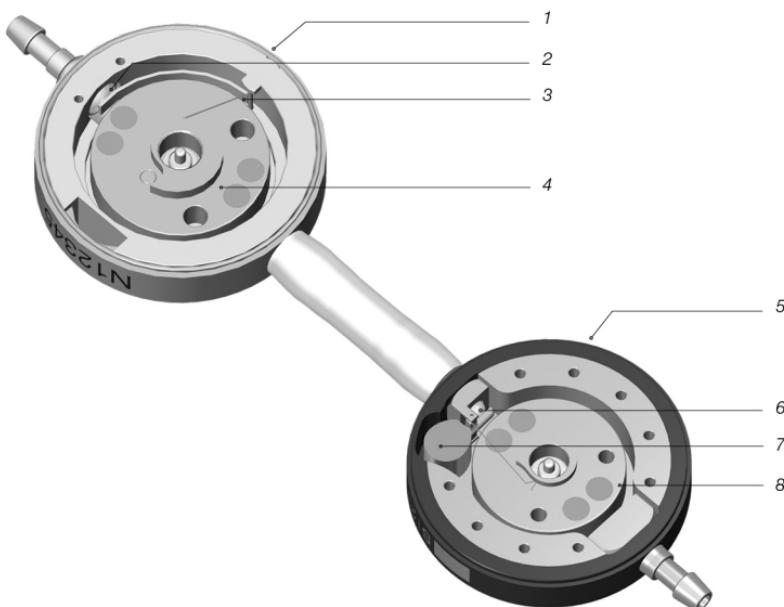

Fig. 1: Secção transversal da M.blue plus
A M.blue plus é uma válvula fabricada em titânio. É composta por uma unidade de pressão diferencial regulável (designada a seguir também por proGAV 2.0) e uma unidade gravitacional regulável (a seguir designada também M.blue) (fig. 1). A unidade de pressão diferencial regulável na parte proximal da válvula (1) é composta por um corpo de titânio resistente, na parte dianteira do qual está integrada uma válvula de esfera/cone (2), de qualidade comprovada.